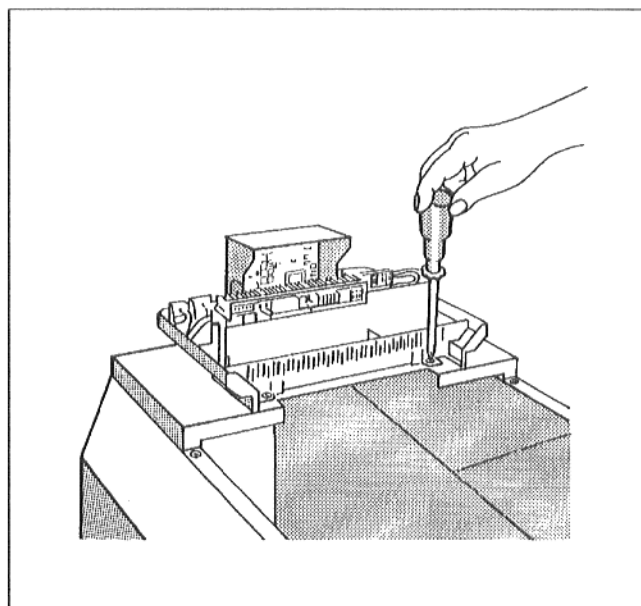

Fig. 15: Se înșurubează strâns aparatul de reglare
- Se înșurubează strâns aparatul de reglare cu două șuruburi pe capota din față a cazanului (Fig. 15).